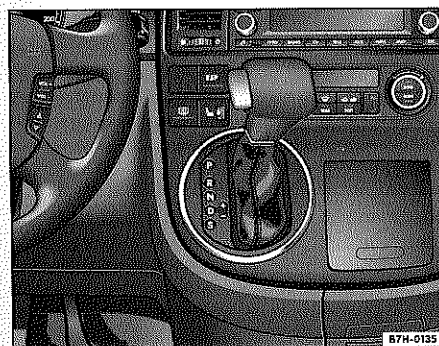

Fig. 93 Tablero de instrumentos: palanca selectora del cambio y tecla de bloqueo
- Sitúe la palanca ⇒ fig. 93 en la posición D.